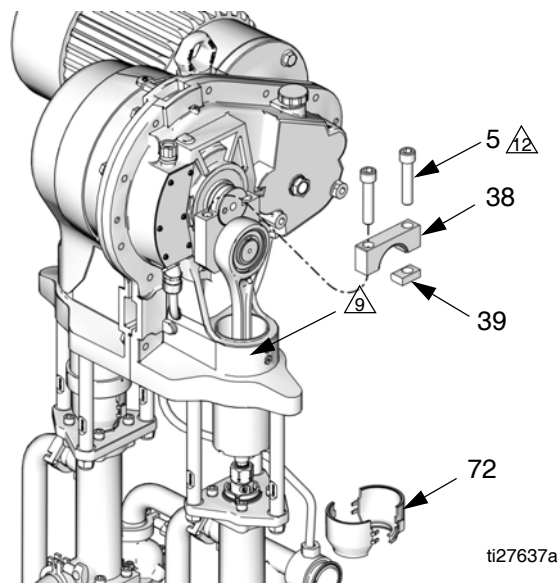

FIG. 17. Retire la tapa del brazo de manivela
5. Coloque un trapo limpio sobre la parte superior del cilindro de corredera (2) para evitar que caigan residuos en el conjunto de corredera durante el desarmado.
6. Retire la protección de 2 piezas (72) insertando un destornillador recto en la ranura y usándolo como palanca para liberar la lengüeta. Repítalo para todas las lengüetas. **No** use el destornillador para hacer palanca para separar los blindajes.
7. Coloque una llave 3/4 in en las caras planas del pistón de corredera (9) (justo por encima de la tuerca de acoplamiento), para evitar que el pistón de corredera/la varilla de conexión gire cuando afloje la tuerca de acoplamiento (14). Oriente la llave de modo que esté contra una de las varillas de unión (3). La aplicación de una fuerza excesiva en el pistón de corredera/varilla de conexión puede reducir la vida útil del cojinete de pasador inferior.
8. Con una llave de boca abierta de 1-5/8 in, destornille la tuerca de acoplamiento (14) del pistón de corredera (9) y deje que se deslice hacia abajo en la varilla de pistón de la bomba. Tenga cuidado de no soltar los collares (13).
9. Vea la FIG. 17. Con un impulsor hexagonal de 1/2 in, destornille los dos pernos de cabeza hueca (5). Retire la tapa del brazo de manivela (38) y la chaveta (39). En caso necesario, use un martillo de plástico para separar estas piezas.
14. Deslice el pistón (9) y la varilla de conexión (7) en el cilindro (2).
15. Coloque el brazo de manivela (4) en posición para que engrane con el eje de salida (OS) y gírelo hacia la parte inferior del eje de salida.
16. Coloque un trapo limpio sobre la parte superior del cilindro de corredera (2) para evitar que caigan residuos en el conjunto de corredera durante el armado.
17. Vea la FIG. 17. Aplique lubricante antiagarrotamiento (LPS®-04110 o equivalente) a las roscas de los pernos de cabeza hueca (5). Instale la chaveta (39), la tapa del brazo de manivela (38), y los pernos de cabeza hueca (5), orientados como se muestra. Mientras el tornillo del lado de la separación todavía está flojo, apriete el tornillo del lado de la chaveta a 283-310 N•m (210-230 ft-lb). Luego apriete el tornillo del lado de la separación a un par de torsión de 283-310 N•m (210-230 ft-lb). Apriete cada tornillo 2-3 veces más o hasta que dejen de girar cuando se aprietan a 283-310 N•m (210-230 ft-lb).
18. Asegúrese de que los collares (13) estén colocados en su lugar en la tuerca de acoplamiento (14).
19. Coloque una llave de 3/4 in en las caras planas de pistón de corredera (9) para evitar que gire cuando apriete la tuerca de acoplamiento (14). Oriente la llave de modo que esté contra una de las varillas de unión (3) o el soporte de la bomba. Ajuste la tuerca de acoplamiento (14) en el pistón de corredera (9) y apriétela a 102-108 N•m (75-80 ft-lb).
20. Instale las protecciones (72) enganchando los labios inferiores en la ranura de la tapa de la copa húmeda. Encaje entre sí los dos blindajes.
21. Quite el trapo. Vuelva a instalar la cubierta (32 o 21) y los tornillos (12).